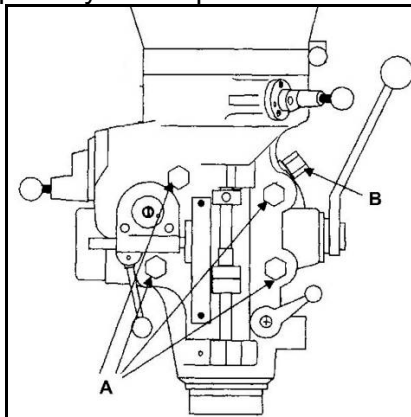

Рис. 18
1. Ослабьте четыре большие шестигранные гайки, которые крепят фрезерную голову к консоли станка (Рис. 18). 1/4 оборота должно быть достаточно, чтобы ослабить фрезерную голову.
2. Для наклона головы вправо или влево поверните стяжную гайку (B, Рис. 18). Используйте угловую шкалу на переходнике цилиндра.